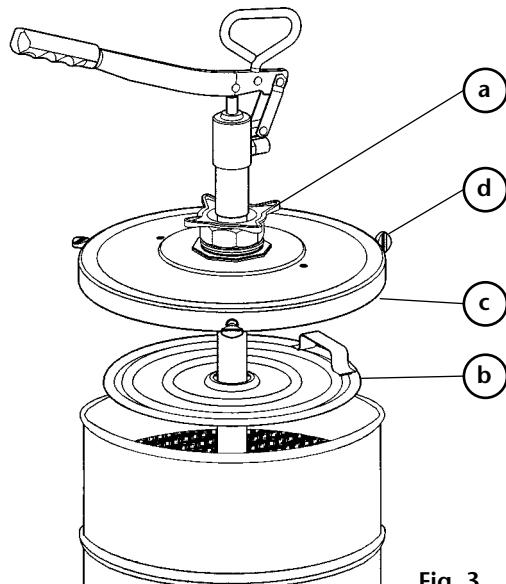

Fig. 3
Part number 151 102 (for 20 kg keg) See figure 3.
**Pour le modèle 151102** (pour seaux de 20 Kg), voir fig.3.
**Teile-Nr.: 151 102** (für 20 kg-Eimer) siehe Bild 3